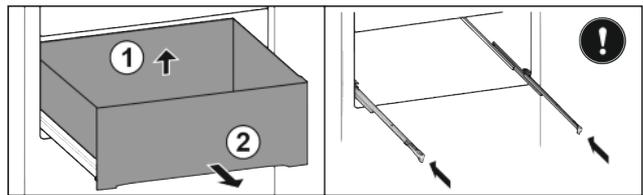

Fig. 27*
- ▶ Schubfach hinten anheben Fig. 27 (1).*
- ▶ Nach vorne entnehmen Fig. 27 (2).*